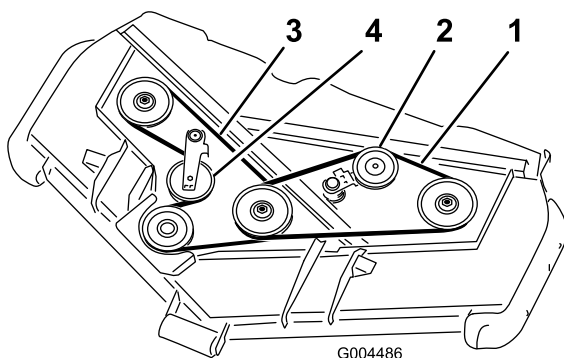

Figura 18
3. Con una barra idonea o uno strumento simile, allontanate la puleggia tendicinghia superiore (Figura 18) dalla cinghia di trasmissione superiore, per rilasciare la tensione della cinghia e toglierla dalle pulegge.
4. Montate la nuova cinghia attorno alla puleggia degli ingranaggi, alle pulegge del perno inferiore e alla puleggia tendicinghia, come illustrato nella Figura 18.
5. Montate la nuova cinghia attorno alle pulegge del perno superiore e alla puleggia tendicinghia, come illustrato nella Figura 18.